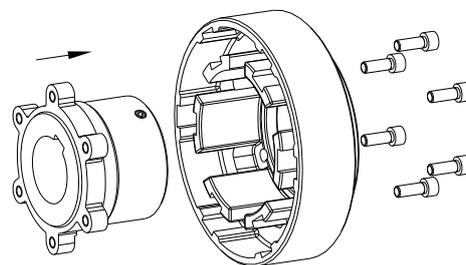

Figura 12:
- Monte el manguito brida y el anillo de levas juntos (ver figura 12).